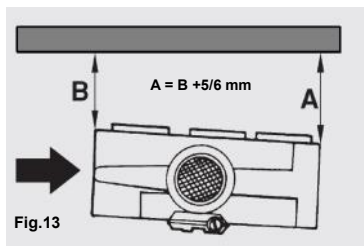

Fig.13
Pour les travaux pour lesquels l'entraîneur est utilisé en "**position verticale**" (Fig.13), il faudra donc faire en sorte que la distance (B) entre le rouleau de sortie et l'équerre soit inférieure de 5-6 mm par rapport à celle du rouleau d'entrée (A).